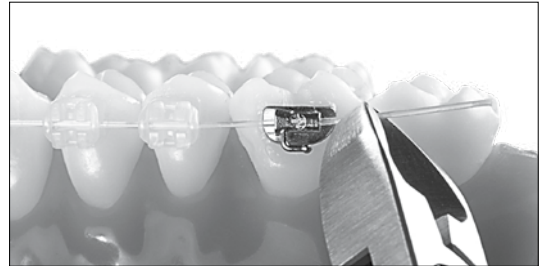

Abb. 3: Bogen leicht überstehend abschneiden.
- Schneiden Sie das Bogenende nach der Platzierung im bukkalen Molarenröhrchen etwas überstehend ab. Verwenden Sie zum Schneiden einen Ligaturschneider (z.B. REF 014-151-00), keinen Distal-Schneider (Abb. 3).